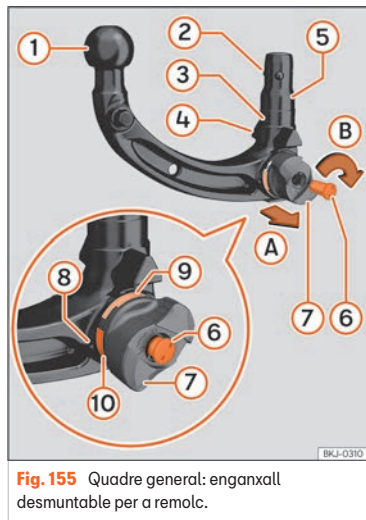

Fig. 155 Quadre general: enganxall desmuntable per a remolc.
1. Abans d'utilitzar per primera vegada l'enganxall desmuntable per a remolc, anoteu el número que hi ha gravat a la clau »» fig. 155 ⑥ per si cal fer-ne un duplicat.
4. Comproveu si l'allotjament, la rodeta »» fig. 155 ⑧, la tija ⑤ i les boles de bloqueig ② de l'enganxall per a remolc estan nets i en bon estat. Si cal, netegeu-los.
- La marca vermella »» fig. 155 ⑩ de la rodeta apunta cap a la marca verda ⑨ de l'enganxall per a remolc.
- La rodeta ⑧ queda clarament separada de l'enganxall, almenys 4 mm (0,2 polz.).
- Totes les boles de bloqueig ② es poden encaixar completament a la tija ⑤.
- La clau ⑥ es troba dins del pany, la fletxa de la clau mira cap al símbol de *pany obert* de la rodeta ⑧ i la clau no es pot treure.
1. Obriu la tapa del pany »» fig. 155 ⑦ i introduïu la clau al pany.
2. Gireu la clau ⑥ en el sentit contrari al de les agulles del rellotge fins que la fletxa de la clau miri cap al símbol de *pany obert* de la rodeta ⑧.
Després de pretensar l'enganxall per a remolc, no toqueu més la rodeta »» **fig. 155 (8)**. En bloquejar l'enganxall, la rodeta es gira a la seva posició original i pot provocar lesions »» **(A)**.
- La marca verda de la rodeta »» **fig. 155 (9)** apunta cap amunt.
- No utilitzeu mai el dispositiu de remolc si el diàmetre del capçal esfèric »» **fig. 155 (1)** és inferior a 49 mm [1,9 polz.] en algun punt.